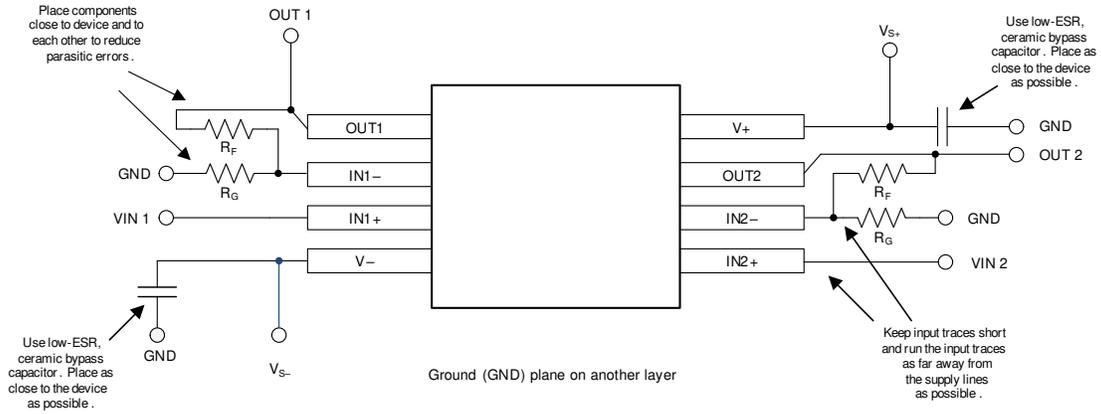

图 8-4. 布局示例
- 外部元件的位置应尽量靠近器件，如图 8-4 中所示。使  $R_F$  和  $R_G$  接近反相输入可最大限度地减小寄生电容。